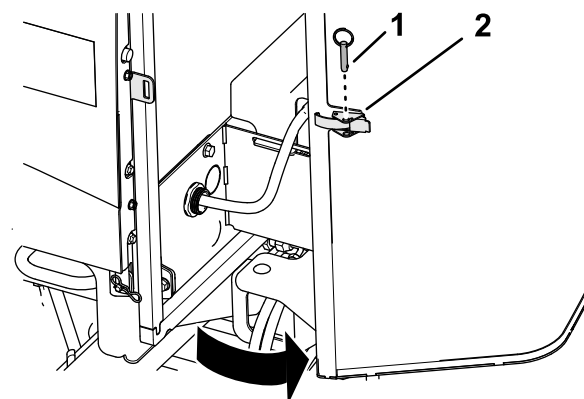

Figura 95
1. Îndepărtați urubul cu cap sferic de clichetul ecranului (Figura 95).